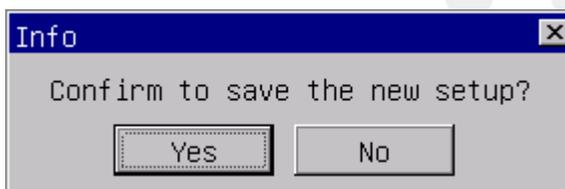

Figura 3-4
- d) Haga clic en "Volver" después de la modificación, el cuadro de diálogo como se muestra en la Figura 3-4 se muestra; haga clic en "No" Para cancelar la modificación, mientras tecleo "Sí" A saveida los resultados modificados.